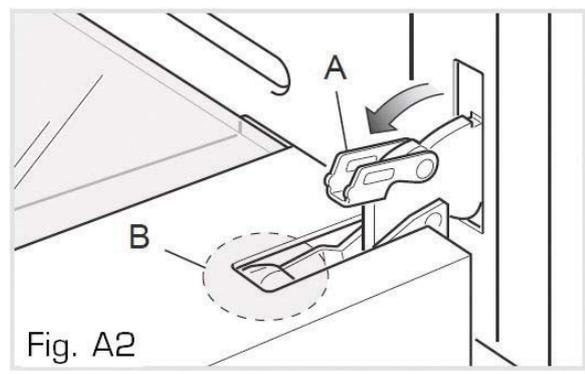

Fig. A2
2. Soulevez les leviers (A) se trouvant sur les charnières de droite et de gauche jusqu'à ce qu'ils atteignent la butée (voir figure A2 ci-après).